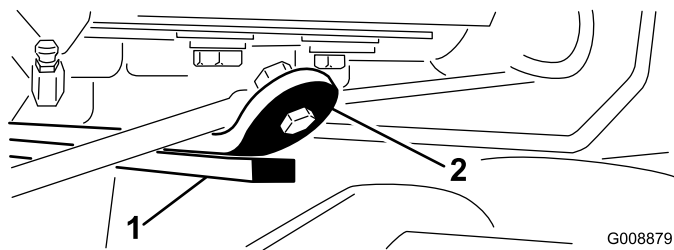

図 13
3. エンジンを始動し、カッティングユニットを上昇させ、後ろカッティングユニットのウェアバーの上部についているウェアストラップからバンパーストラップまでの距離が 0.5~2.5 mm の間にあるかどうか点検する (図 13)。